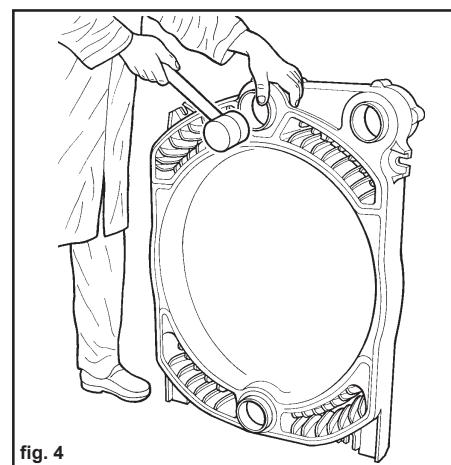

fig. 4
- 4 (Fig. 4) Montér dobbeltkeglen i det respektive sæde ved at slå forsigtigt med en hammer af træ.